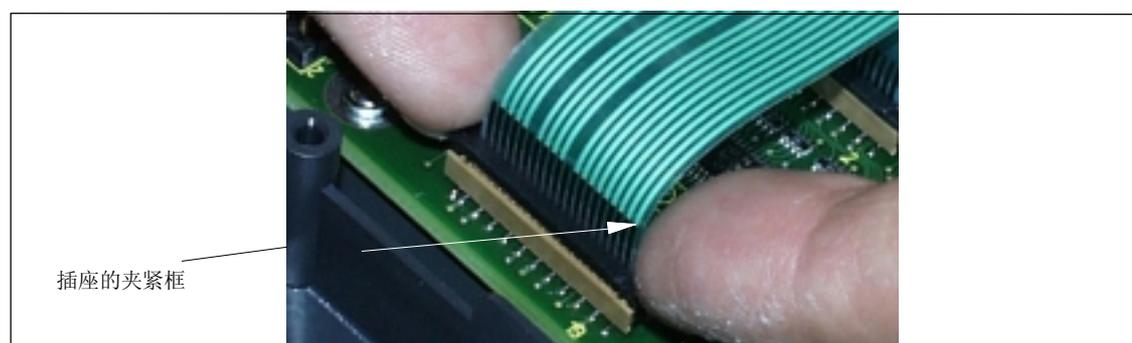

图 6-8 更换操作面板：拆开薄膜连接
- 向上压，使插座上的黑色夹紧框松开，直至到达上部未卡住位置（图 6-8）。